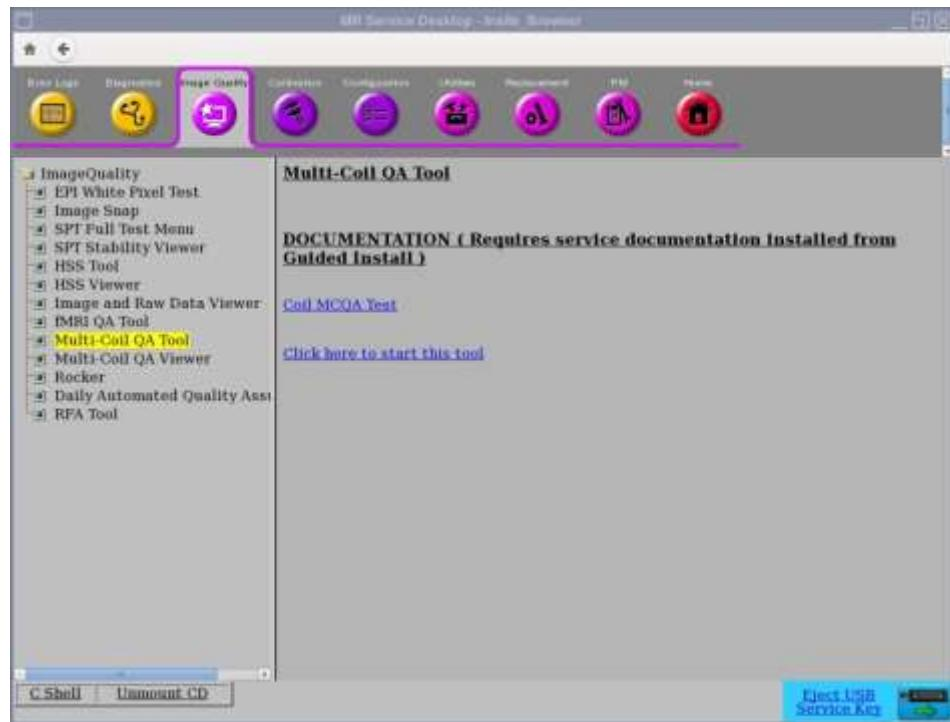

図 1
1. 図 1 に示すように、[Common Service Desktop (CSD)] (共通点検デスクトップ) から、[Service Browser] (サービスブラウザ) に進み、[Image Quality] (画質) [Multi-Coil QA Tool] (マルチコイル品質保証ツール) を選択し、次に [Click here to start this tool] (ここをクリックしてこのツールを開始) を選択します。